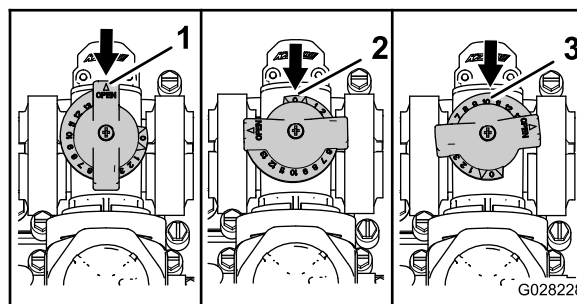

Figura 48
- La Figura 48, A, muestra la válvula de desvío de agitación en la posición de ABIERTA.
- La Figura 48, B, muestra la válvula de desvío de agitación en la posición de CERRADO (0).
- La Figura 48, C, muestra la válvula de desvío de agitación en la posición INTERMEDIA (RELATIVAS AL MANÓMETRO DEL SISTEMA DE FUMIGACIÓN).